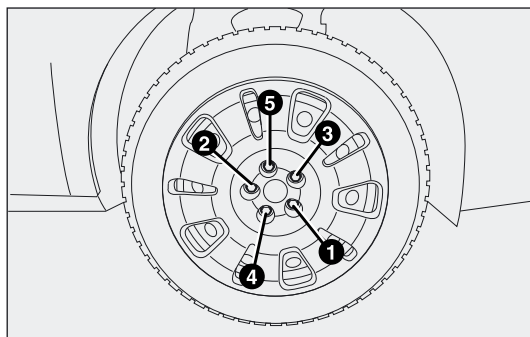

fig. 139
- ☐ draai met de bijgeleverde sleutel de wielbouten kruislings vast, in de volgorde die in fig. 139 is aangegeven.